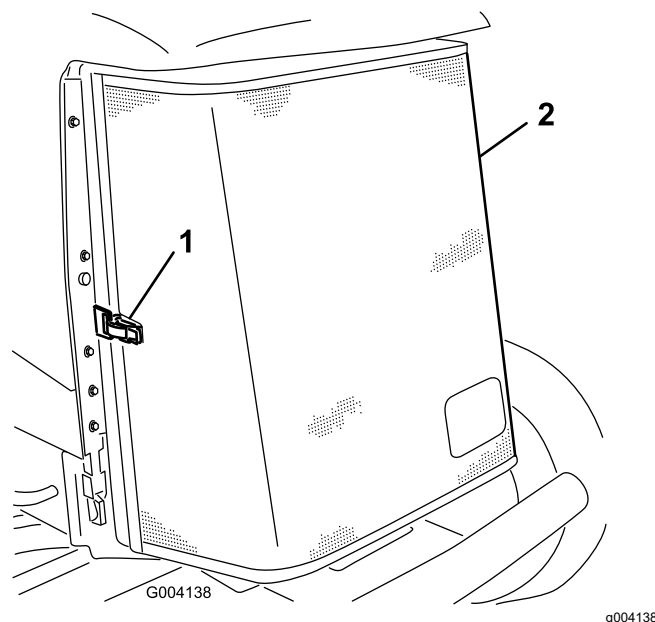

Рисунок 86
3. Откройте защелку и откиньте заднюю решетку (Рисунок 86).